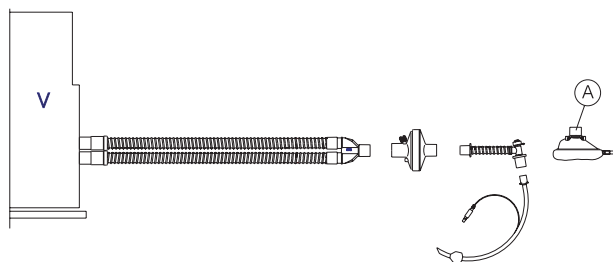

Fig. 1
Breathing circuit for anaesthesia (Fig. 1), intensive care (Fig. 2) and/or CPAP support/breathing therapy (Fig. 3) for adult, paediatric and neonatal patients (indication on label). The circuit can be provided with additional ports for the monitoring of temperature and pressure (points A and B Fig. 2) and one-way valves (i.e. PEEP, Fig. 4). An anaesthesia mask with inflatable cushion can be also connected to the breathing circuit (point A, Fig. 1).
- g. The inflatable mask (point A Fig. 1) is provided with a cushion regulating pressure valve. If necessary, connect the syringe to the valve luer adapter and regulate the cushion inflation up to the desired inflating level. Disconnect the syringe and check the system seal.
Circuit respiratoire d'anesthésie (Fig. 1), de soins intensifs (Fig. 2) et/ou de ventilation/traitement par CPAP (Fig. 3) pour patients adultes, pédiatriques et nouveau-nés (indication sur l'étiquette). Le circuit peut être fourni avec des ports supplémentaires pour le monitoring de la température et de la pression (points A et B Fig. 2) et des valves unidirectionnelles (PEEP, Fig. 4). Un masque d'anesthésie à bouchon gonflable peut également être raccordé au circuit respiratoire (point A, Fig. 1).
- g. Le masque gonflable (point A Fig. 1) est fourni avec une valve de pression pour le réglage du bourrelet. Si nécessaire, raccorder la seringue à l'adaptateur Luer de la valve et régler le gonflage du bourrelet jusqu'au niveau souhaité. Débrancher la seringue et contrôler l'étanchéité du système.